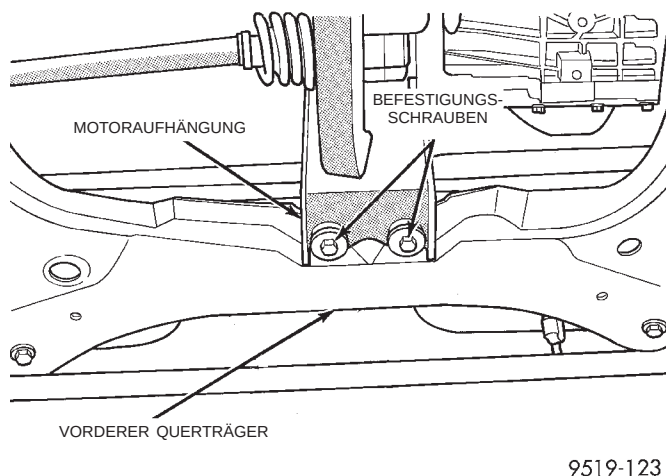

**Abb. 14 Befestigungsschrauben der Motoraufhängung am vorderen Querträger**
(14) Die beiden Schrauben lösen, mit denen die Motoraufhängung an der vorderen Kante des Querträgers befestigt ist (Abb. 14).
(5) Motoraufhängung (Abb. 14) vorn am vorderen Querträger einbauen. Die beiden Schrauben der Aufhängung mit einem Anzugsmoment von 75 N·m (55 ft. lbs.) festziehen.